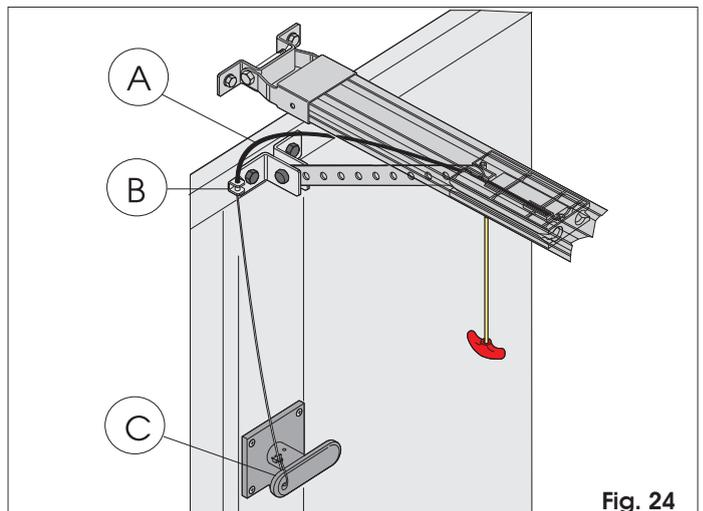

Fig. 24
- 1) Die Ummantelung des Drahts auf Maß abschneiden (Abb. 24 Bez. A).
- 2) Den Draht in die Ummantelung einführen und durch die entsprechende Öse der Befestigung am Tor ziehen (Abb. 24 Bez. B).
- 3) Den Draht auf Maß abschneiden und am internen Hebel des Entriegelungsknaufs befestigen (Abb. 24 Bez. C).